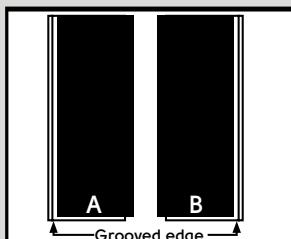

Figure. 3
- Ouvrez plusieurs cartons/boîtes du matériau. La mention « A » et « B » est écrite au dos de chaque lame (schéma ci-dessous). Séparez les différentes lames en piles, en gardant les bords dans le même sens. Mélangez les lames dans chaque pile pour obtenir un aspect plus naturel lors de la pose (Figure 3).